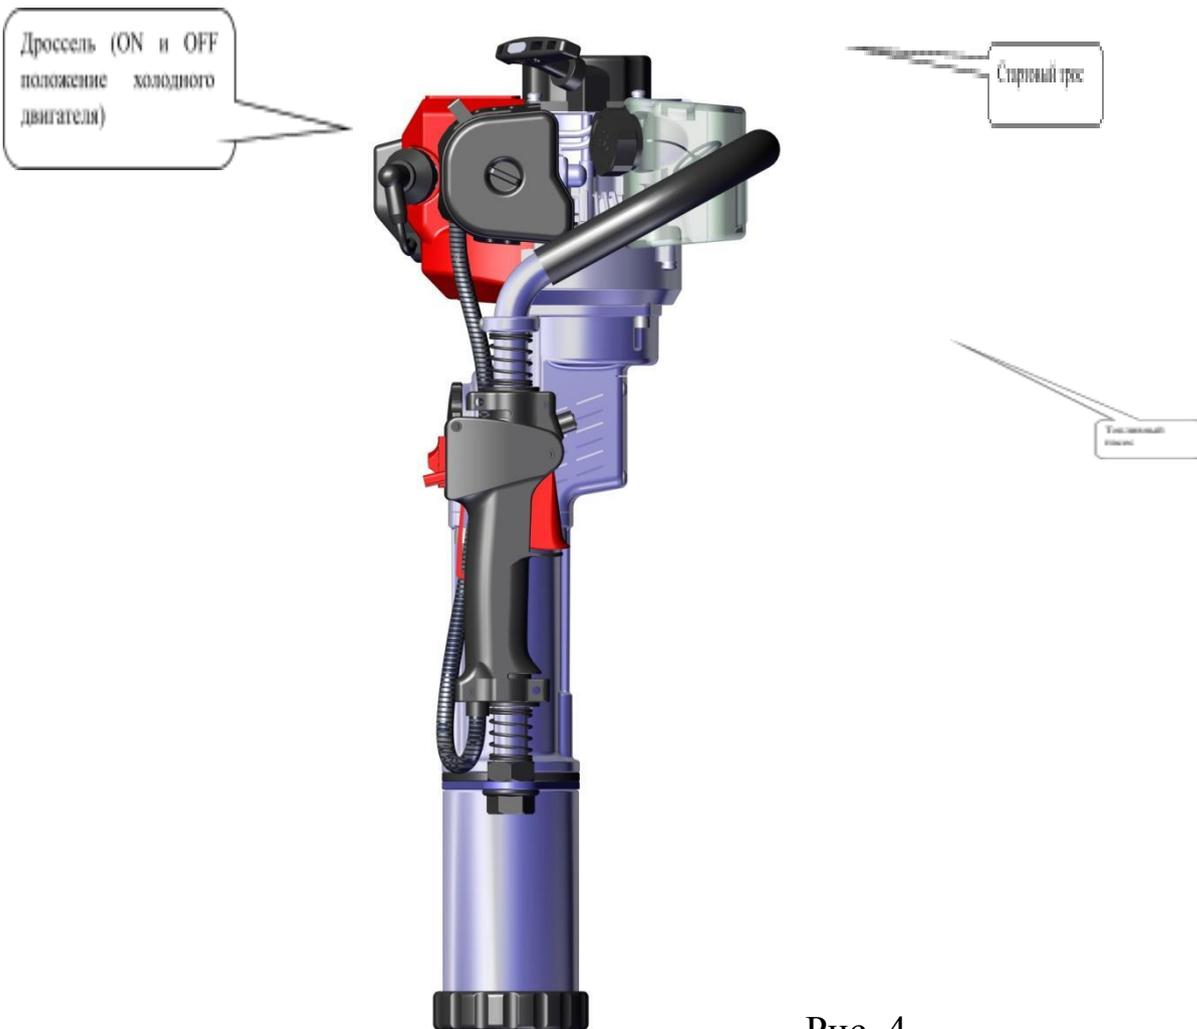

Рис. 4
5.1. Нажмите на прозрачный топливный насос несколько раз до тех пор, пока карбюратор не заполнится топливом перед запуском машины (Рис.4). (Если двигатель холодный, для запуска откройте тягу и снова закройте ее после запуска.)
5.2. Установите машину, как показано на Рис.4. Держите верхнюю часть ручки одной рукой, а другой рукой быстро вытяните ручку стартера минимум на 40 см. Пожалуйста, не тяните над возвратной точкой, так как это может повредить стартер. Во избежание травм не тяните ручку назад при повторном вытягивании и крепко держите её.